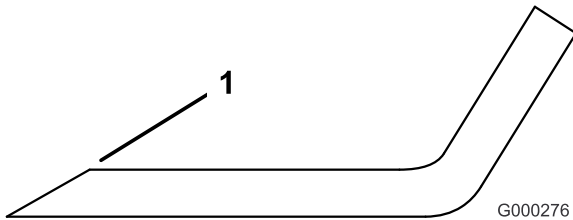

Figura 89
1. Utilice una lima para afilar el filo de corte en ambos extremos de la cuchilla (Figura 89). Mantenga el ángulo original. La cuchilla permanece equilibrada si se retira la misma cantidad de material de ambos bordes de corte.